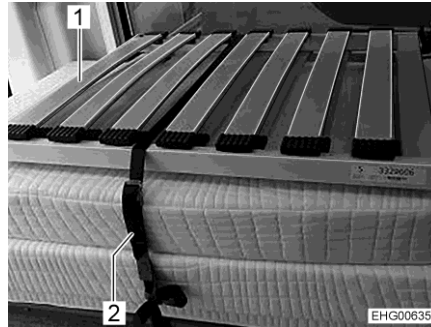

Bild 48 Bakre säng (transportläge)
- Lossa säkerhetsremmen (Bild 48,2).
- Lägg sängstomme (Bild 48,1) efter varandra över mittgången (på listerna på underskåpet).
- Stapla dynorna och sängstomme som visas i Bild 48 i det vänstra underskåpet.
- Säkra dynorna och sängstomme med säkerhetsremmar (Bild 48,2). För att göra detta, dra säkerhetsremmen genom de medföljande öglorna och ögla det runt dynan och sängstomme.